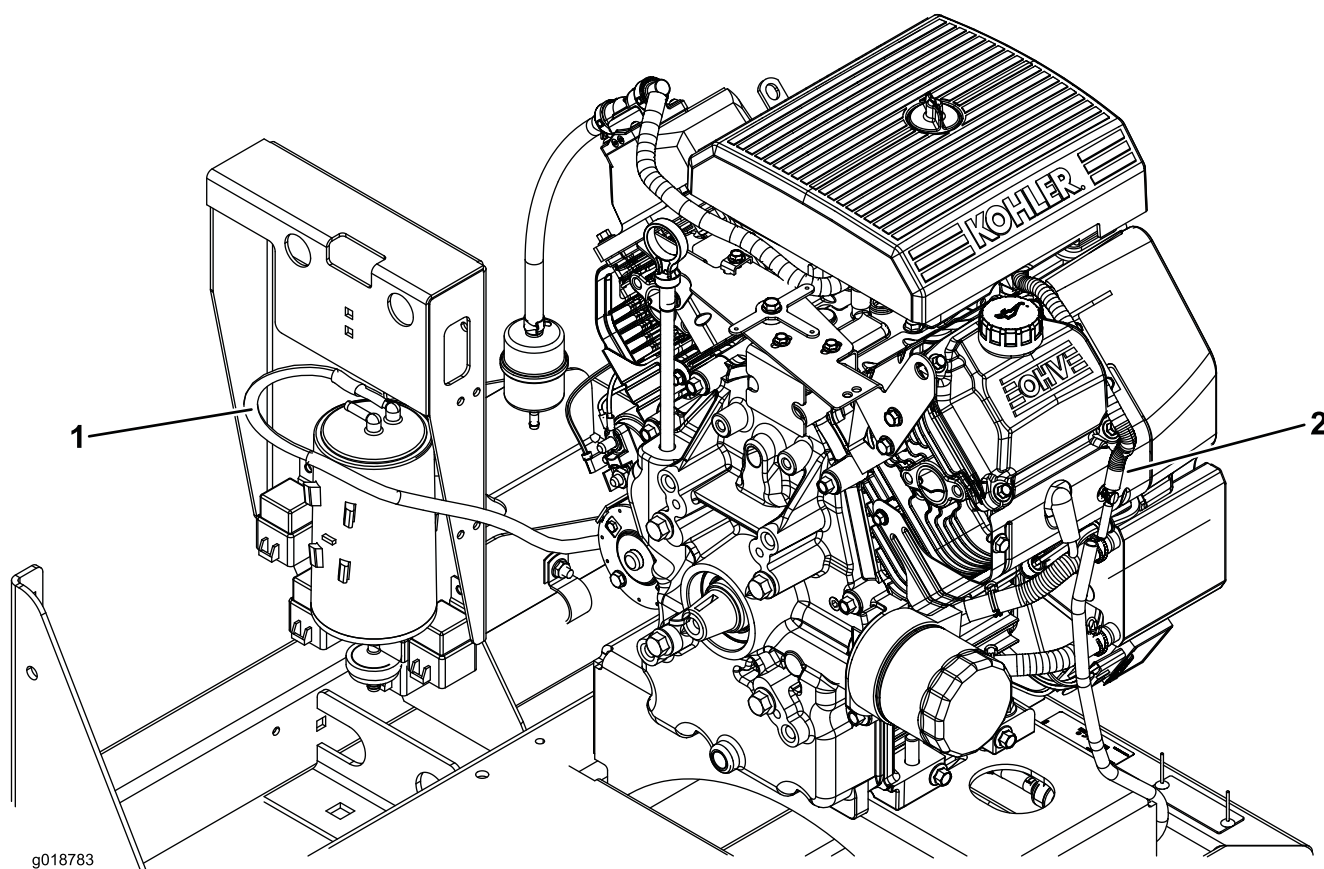

Figura 1
2. Desligue os tubos das válvulas de verificação da união no recipiente de carbono e motor (Figura 1).